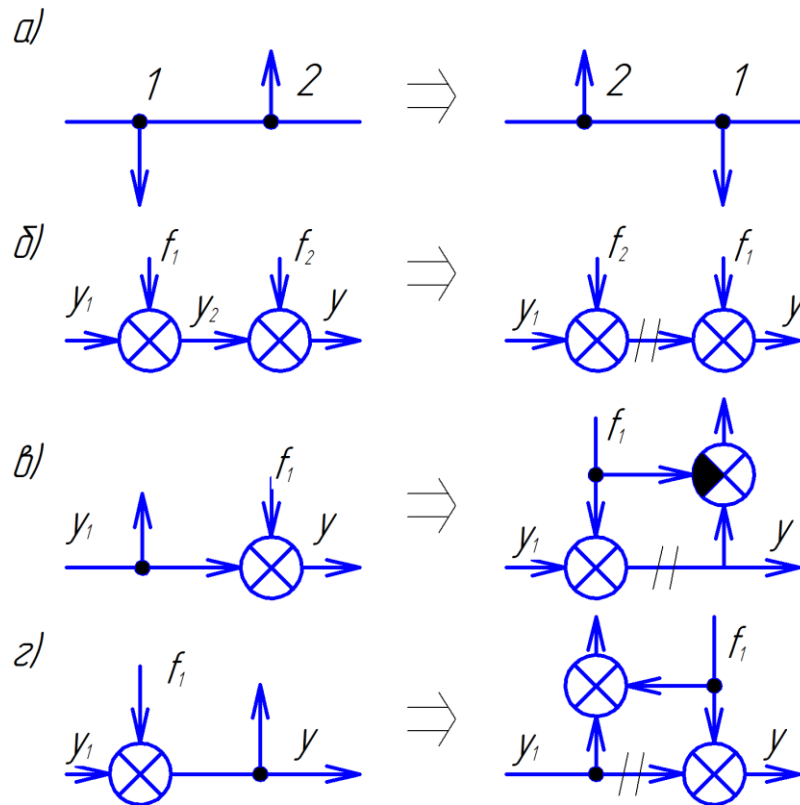

Рис. 6. Схемы взаимной перестановки узлов и сумматоров
При переносе узла через звено **по ходу сигнала** добавляется звено с передаточной функцией, обратной передаточной функции звена ($1/W_i$), через которое переносим узел (рис. 6,б).
- узлы можно менять местами (рис. 6, а);
- сумматоры можно менять местами (рис.6, б);
- при переносе узла через сумматор необходимо добавить сравнивающий элемент (рис.6, в): $y = y_1 + f_1 = y - f_1$ или сумматор (рис.6,г): $y = y_1 + f_1$.